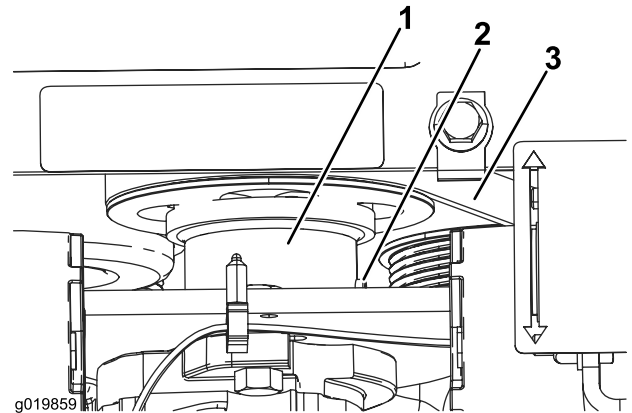

Figure 52
5. Desserrez la vis sur le raccord d'entraînement de pompe (Figure 52).
6. Abaissez le raccord pour l'éloigner de la poulie (Figure 52).